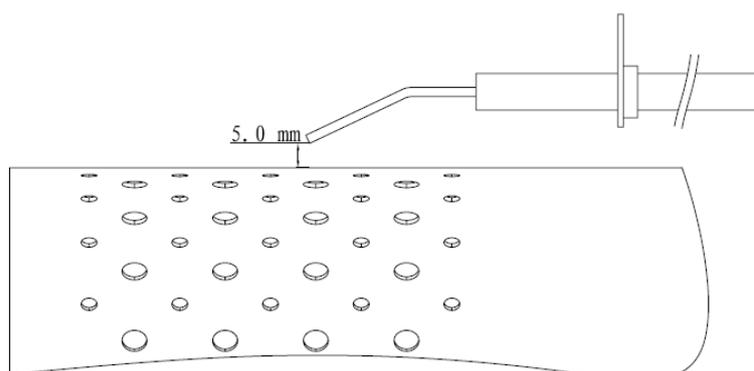

Figure 5
- g. Vérifier la position de l'électrode d'allumage (voir fig.5).